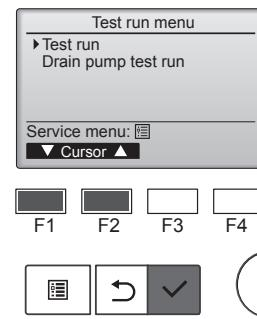

Fig. 7-2
- ② Test çalışma menüsünden "Test run" (Test çalışma) öğesini seçin ve [SEÇİM] düğmesine basın. (Fig. 7-2)
- ③ Test çalıştırılır ve Test çalışma ekranı görüntülenir.